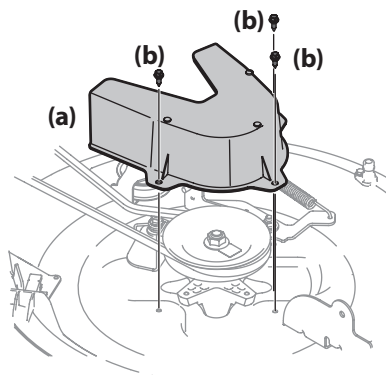
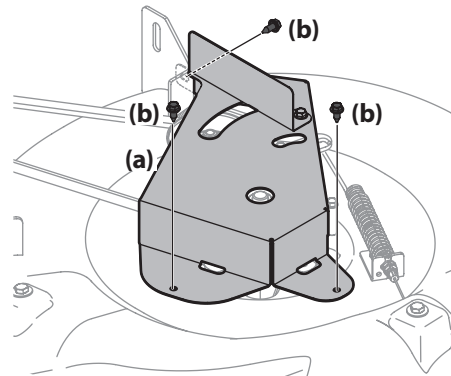

Figure 4-9
Figure 4-10
5. Enlevez le couvre-courroie (a) en retirant les trois boulons hex. (b) qui le retiennent. Voir la Figure 4-9 pour plateau de coupe de 30 po et Figure 4-10 pour plateau de coupe de 24 po.